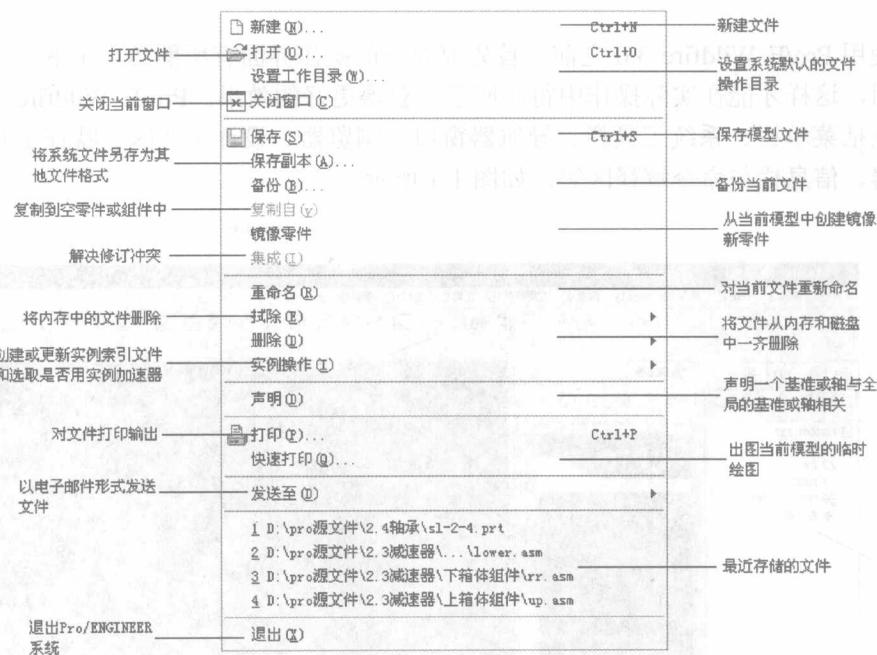

图 1-3 文件菜单
(1) 文件菜单：用来管理设计模型文件，包括新建、打开、关闭窗口和保存等操作，如图 1-3 所示。